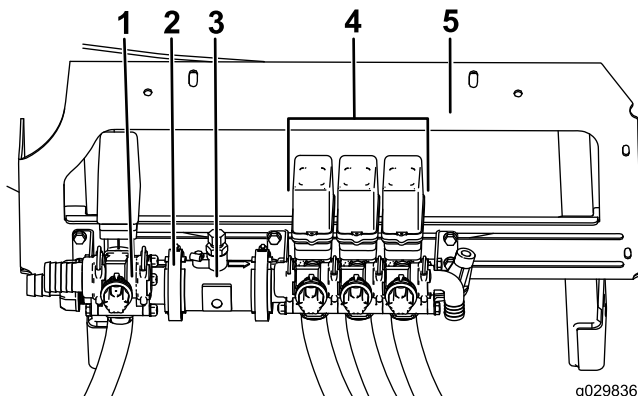

图1
2. 旋松将喷洒臂段阀门总成紧固到安装架（图1）上的螺栓，但是不要拆下。
3. 松开将搅拌阀固定到流量计（图1）上的现有蜗杆夹。